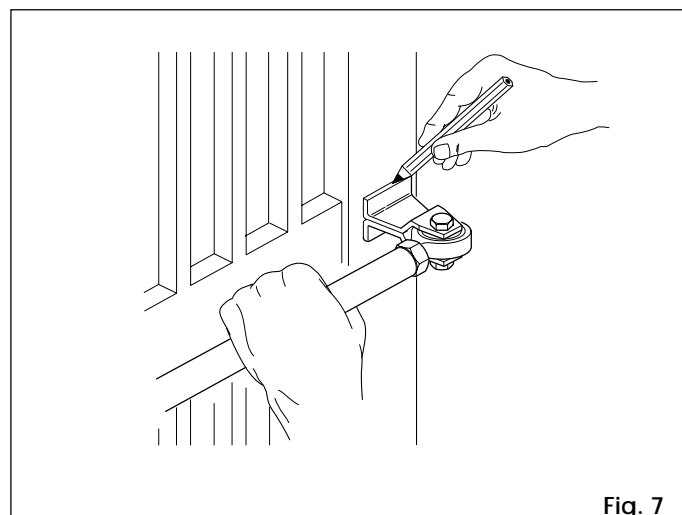

Fig. 7
- 8) Cerrar la hoja de la cancela y, manteniendo el actuador perfectamente horizontal, identificar en la hoja la posición del elemento de fijación anterior (Fig. 7).